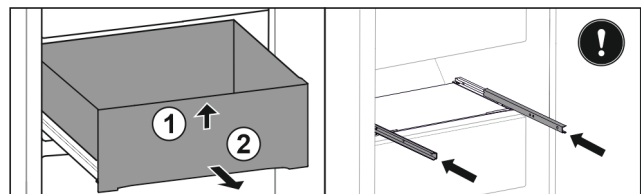

Fig. 147
- Løft skuffen foran. Fig. 147 (1)
- Ta ut skuffen framover. Fig. 147 (2)